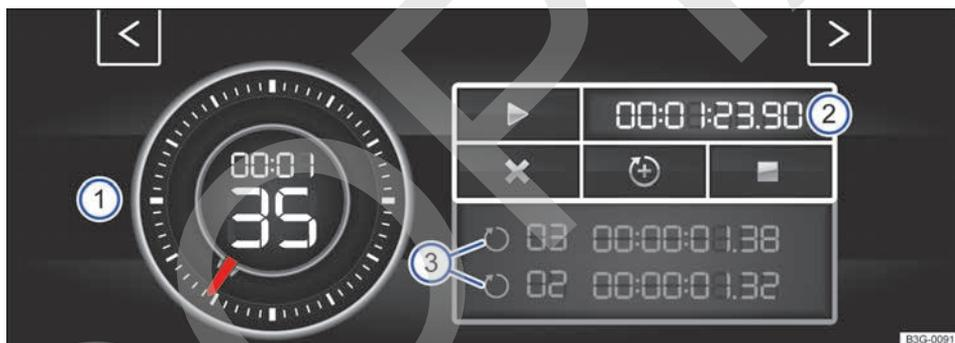
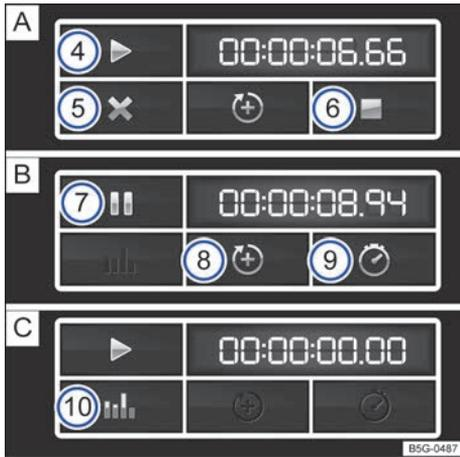

Fig. 22 En el sistema de infotainment: cronómetro, botones de función y tiempos de las vueltas (en función del equipamiento).
Fig. 23 Botones de función del sistema de infotainment: cronometraje en caso de una vuelta **A** detenida, **B** en curso y **C** finalizada.
Leyenda de la fig. 22 y fig. 23
Iniciar o continuar el cronometraje	Pulse el botón de función ► → fig. 23 A ④ para comenzar o continuar. Si el encendido está desconectado no es posible el cronometraje. Aparece un mensaje en la pantalla. Pulse Iniciar para comenzar con el cronometraje. El cronometraje comienza automáticamente en cuanto el vehículo avanza. Solo es posible comenzar con una primera vuelta nueva si anteriormente se han puesto los datos de la estadística a cero.
Finalizar el cronometraje	Pulse el botón de función de finalizar ■ → fig. 23 A ⑥.
Detener el cronometraje	Pulse el botón de función de pausa II → fig. 23 B ⑦.
- ⑥ Finalizar el cronometraje
- ⑦ Detener el cronometraje
- ⑧ Iniciar una nueva vuelta
- ⑨ Mostrar tiempo parcial
- ⑩ Mostrar la estadística
Con las flechas → fig. 21 ② o → fig. 22 puede cambiar en todo momento entre el cronómetro y el monitor de potencia.
Iniciar una nueva vuelta	Pulse el botón de función → fig. 23 B 8 para añadir una nueva vuelta. Se guarda el tiempo de la última vuelta y se comienza una nueva vuelta. El tiempo total de las vueltas se muestra en la estadística.
Interrumpir la vuelta actual	Pulse el botón de función → fig. 23 A 5 para interrumpir la vuelta. En el caso de un cronometraje en curso, pulse el botón de función de pausa B 7 . El cronometraje se interrumpe y el tiempo de la vuelta se borra. En la estadística se muestra --:--:--.
Mostrar tiempo parcial	Pulse el botón de función C → fig. 23 B 9 para visualizar el tiempo parcial. El cronómetro → fig. 22 1 se detiene durante algunos segundos y se muestra el tiempo parcial.
Mostrar la estadística	Una vez finalizado o interrumpido el cronometraje, pulse el botón de función → fig. 23 C 10 para ver la estadística. La estadística muestra el número de vueltas, el tiempo total, la vuelta más rápida y la más lenta, el promedio de todos los tiempos y los valores de todas las vueltas. Pulsando el botón de función D se vuelve al menú anterior.
Poner a cero los datos de la estadística	Pulse el botón de función → fig. 23 C 10 para visualizar la estadística. Borre los datos pulsando el botón de función Poner a cero.